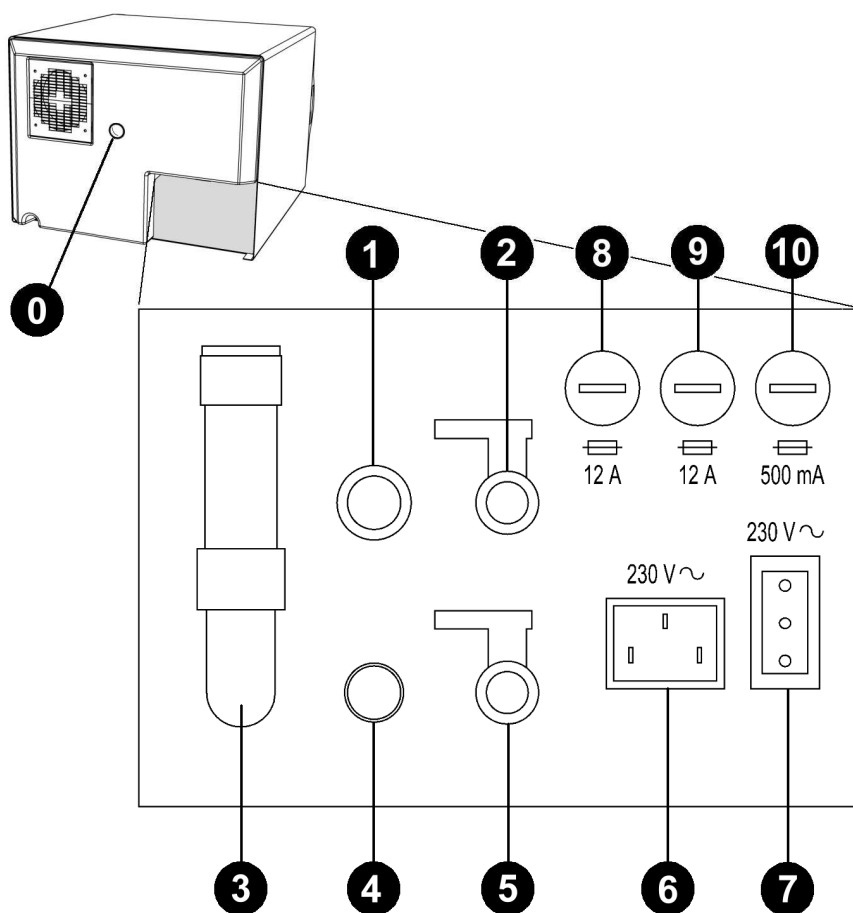

FIG.1
-Le connecteur de l'incubateur (FIG.1 pos. **18**), doit être employé uniquement pour la connexion du B-TEST. Connexion à 230 V c.a. indépendante de l'interrupteur général (MAINS), ne pas toucher le connecteur les mains mouillées ou humides et le protéger d'éventuelles éclaboussures d'eau.